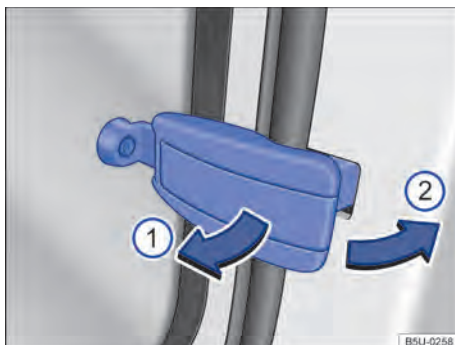

Fig. 37 Fechar o vidro basculante traseiro.
- Puxar a alavanca de travamento no sentido da seta ⇒ Fig. 37 ① para dentro.
- Pressionar a alavanca de travamento no sentido da seta ② para trás, até que ela se trave e o vidro esteja fechado.